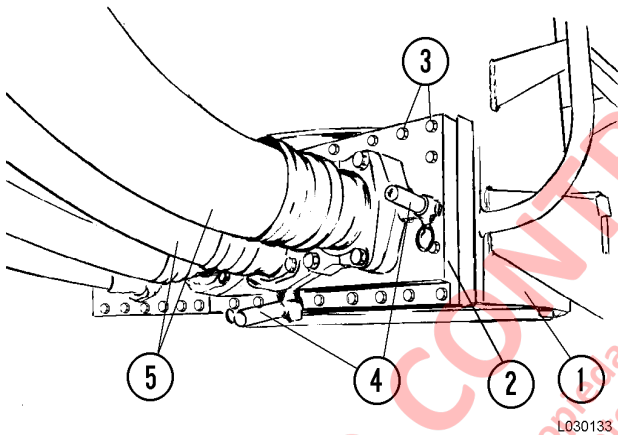

FIGURA 3-19. EXTRACCIÓN DEL COLADOR
3. Desconecte las mangueras de succión de la bomba. (5, Figura 3-19).
4. Retire los pernos y arandelas de seguridad (3) que aseguran la cubierta (2) al tanque hidráulico. Saque y deseche las empaquetaduras.
2. Usando una empaquetadura nueva, mueva la cubierta (2, Figura 3-19) en la posición y ponga los pernos y arandelas de seguridad (3). Apriete los pernos al torque estándar.